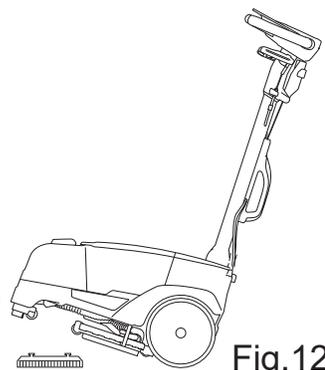

Fig.12
- À l'aide du guidon soulever la partie avant de la machine (Fig.12).